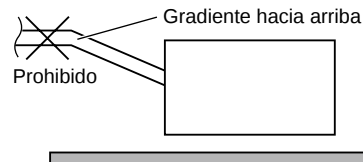

Fig. 3-65-3
- No instale el tubo con una pendiente hacia arriba desde el orificio de conexión. De lo contrario, el agua de drenaje podría fluir hacia atrás y fugarse cuando la unidad no está en funcionamiento. (Fig. 3-65-3)